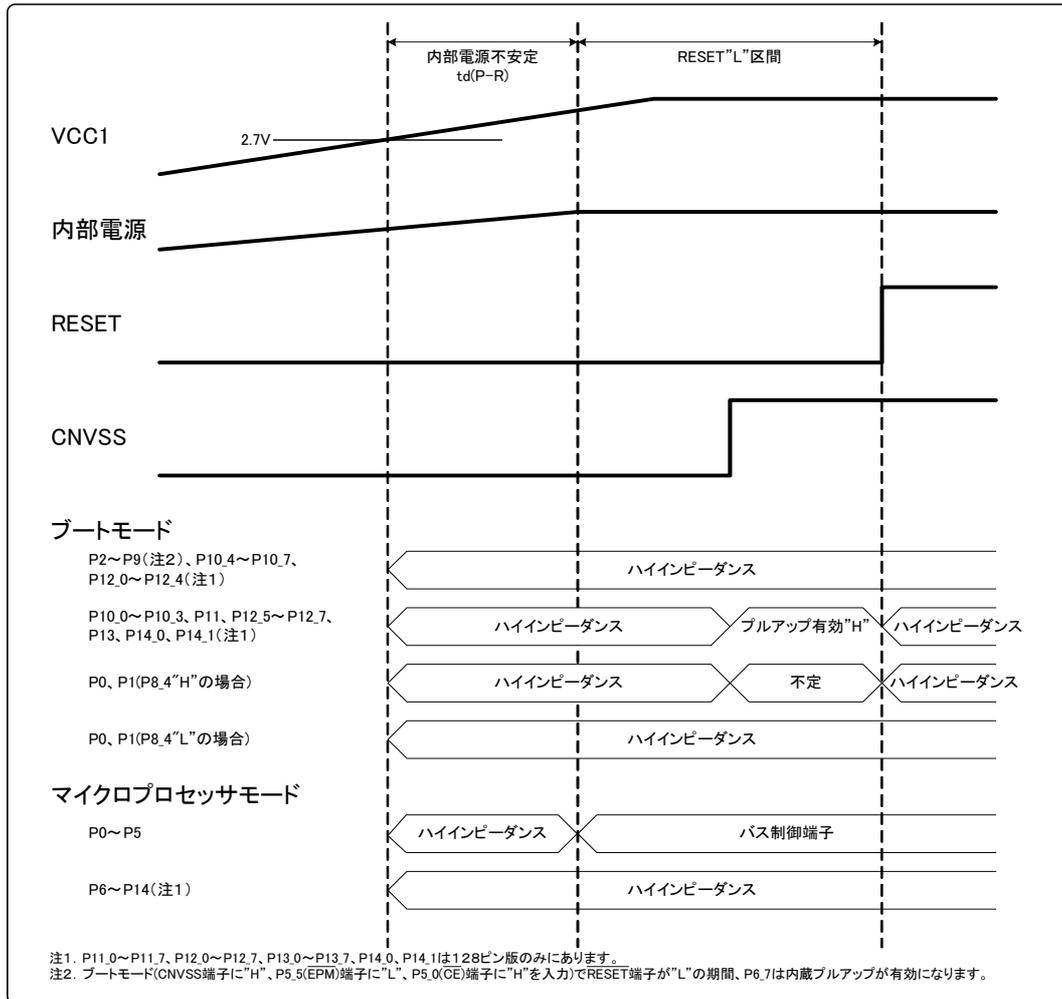

図 2. 対策したときの電源投入時の端子の状態
RENESAS TECHNICAL NEWS 「No.M16C-106-0309」の図1、図2に誤記がありましたので訂正します。
- 図1、図2に「注2. ブートモード (CNVSS 端子に “H”、P5\_5( EPM )端子に “L”、P5\_0( CE )端子に “H” を入力) で RESET 端子が “L” の期間、P6\_7 は内蔵プルアップが有効になります。」の記載が抜けていましたので追記しました。
2. 図2の“プルアップ有効”H”になるタイミングと、“不定”になるタイミングに誤りがありましたので訂正しました。